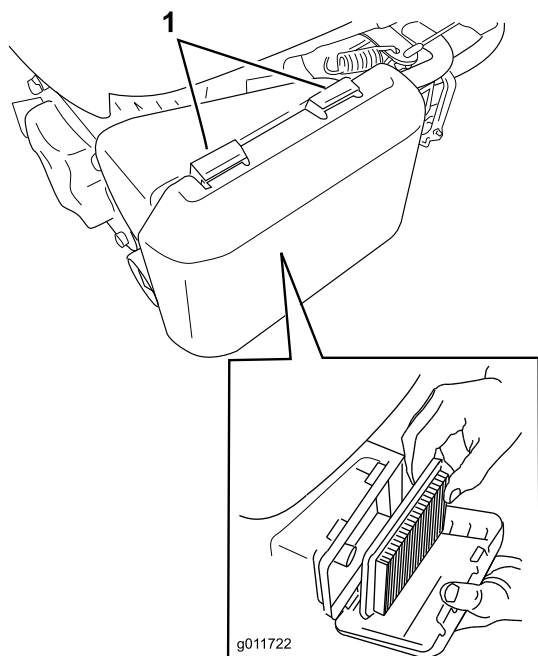

Figura 20
1. Premete verso il basso le linguette di chiusura del coperchio del filtro dell'aria (Figura 20).
3. Estraiete il filtro aria di carta e il prefiltro in schiuma sintetica (Figura 20).